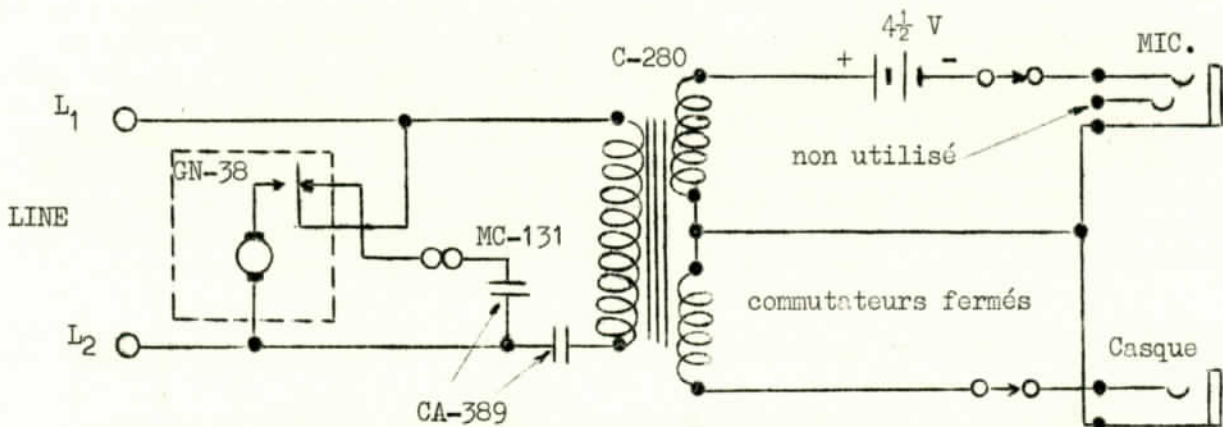

FIGURE 6-Schéma de fonctionnement en position TELEPHONE
- c)- TELEPHONE - Lorsque l'appareil de commande à distance RM-29 doit fonctionner comme un téléphone (Figure 6).
La figure 6 est le schéma de fonctionnement de l'appareil à la position TELEPHONE. La ligne téléphonique est branchée aux bornes 5 et 7 de l'enroulement du transformateur C-280. Le casque est branché aux bornes 1 et 2 de l'enroulement. Lorsqu'on appuie sur la pédale du microphone, on branche ce dernier aux bornes 3 et 4 avec la pile BA-27 en série. L'opérateur radio et tout téléphoniste sur la ligne peuvent converser dans les deux sens. Cependant avec le commutateur dans la position TELEPHONE,